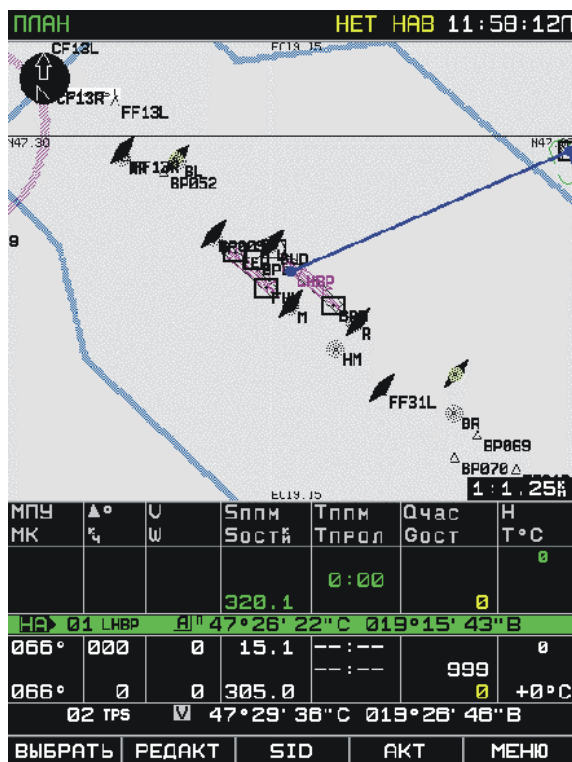

Рис. 119. Результат инвертирования плана полета
3. На дисплее будет отображен инвертированный маршрут (Рис. 119).